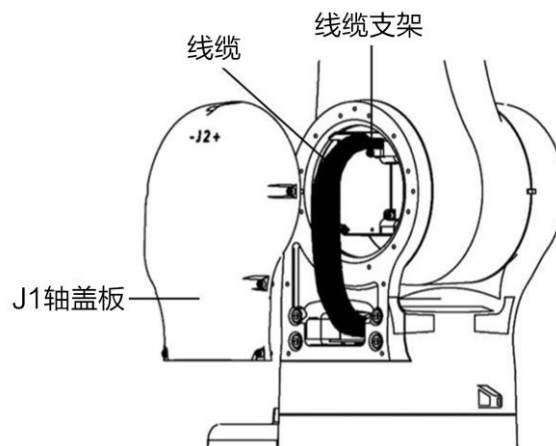

图 9-2 AIR7-920C(-HW) J1 轴本体内部线缆检修
- 步骤1. 拆卸 J1 轴本体盖板, 如图 9-2 所示。